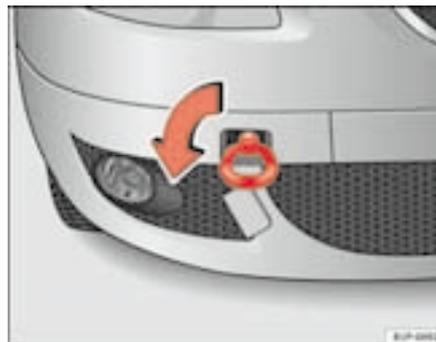
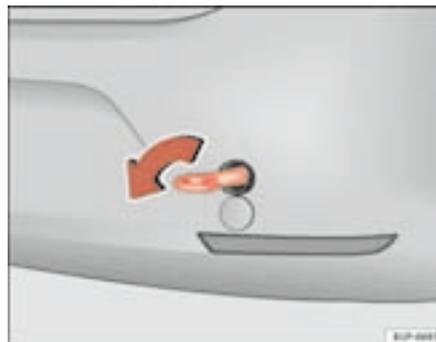

Fig. 178 Atornillado de la argolla de remolque en la parte delantera derecha del vehículo
Fig. 179 Atornillado de la argolla de remolque en la parte trasera del vehículo
- Atornille la argolla hasta el tope hacia la *izquierda*, en el sentido que indica la flecha, tanto en la parte delantera ⇒ página 262, fig. 178, como en la trasera ⇒ página 262, fig. 179.